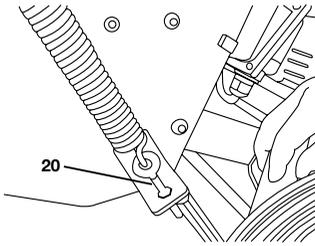

Bild 16
Um die richtige Federspannung einzustellen, muss das Gewinde an der Ösenschraube (20) ca. 20 mm herausstehen (siehe „Bild 16“).